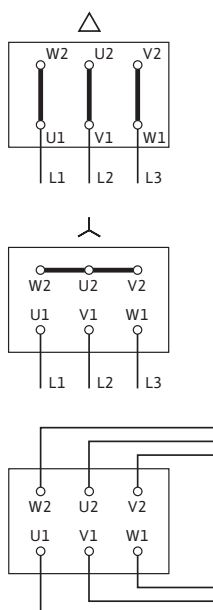

Fig. 11: Alimentarea electrică
- Schema de conectare electrică se găsește la capacul modulului cuplabil la cutia de borne (v. și fig. 11).
- Valoarea tensiunii la placa de borne depinde de puterea motorului  $P_2$ , de tensiunea de rețea și de tipul de conexiune. Comutarea necesară a punților de legătură de la modulul cuplabil la cutia de borne se regăsește în următorul tabel și în fig. 11